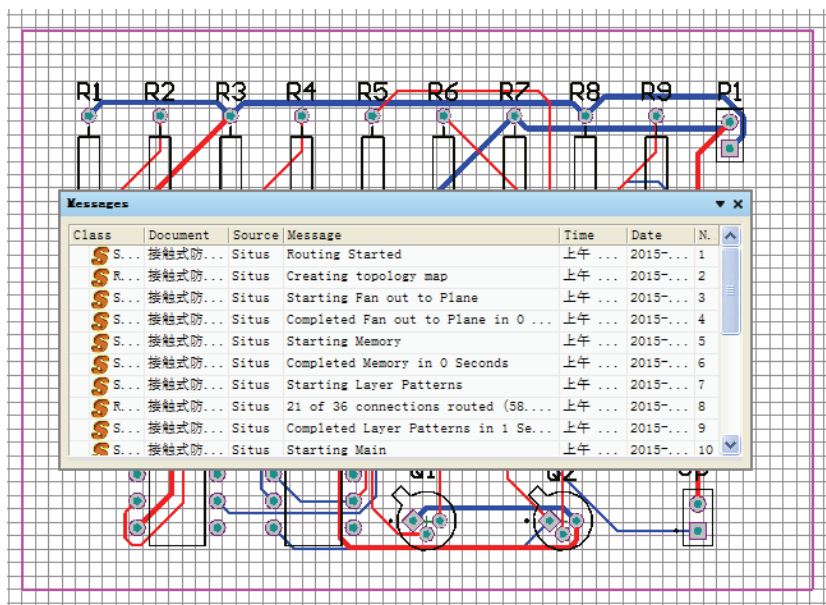

图 11-45 全局自动布线进程图
(2) 如果所选的是默认双层电路板布线，单击 **Route All** 按钮即可进入自动布线状态，可以看到 PCB 上开始了自动布线，同时给出信息显示框，如图 11-45 所示。